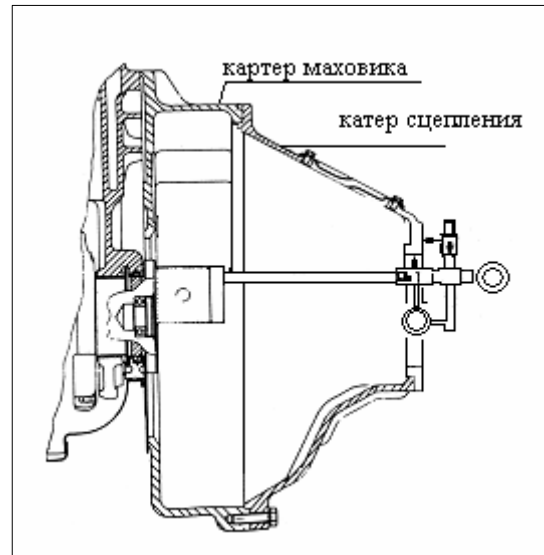

РИС. 154
- Предполагается, что картер маховика и картер сцепления будут использованы еще раз. В случае замены по какой-либо причине, рекомендуется проверить соответствие отверстия центрирующего установочного отверстия коробки передач и картера сцепления относительно оси коленчатого вала. Это может быть проверено часовым индикатором с магнитной стойкой (рис. 154).
- Стойка должна быть установлена на коленчатом вале, на крепежном фланце маховика (коленчатый вал при этом установлен на двигателе), а индикатор устанавливается у отверстия корпуса муфты сцепления с предварительным натягом 2 мм, при правильном угле в отверстии (см. рис. 154). Теперь медленно поверните коленчатый вал и запишите радиальное биение. Максимально допустимое радиальное биение – 0,1 мм.